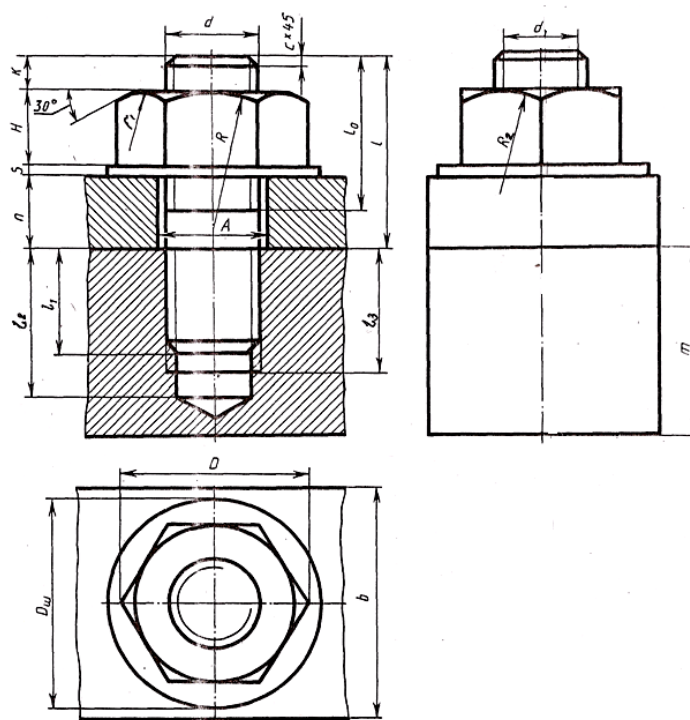

Рисунок 3.21 - Шпильчатое соединение
– d - номинальный диаметр резьбы шпильки по варианту (рисунок 3.21);